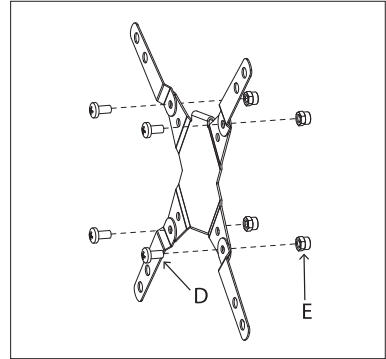

Рис. 7
Б) Если крепежная схема дисплея 100 мм x 200 мм или 200 мм x 200 мм, вам придется использовать дополнительные адаптеры, идущие в комплекте. С помощью винтов М6x12 (D), гаек М6 (E) и гаечного ключа (F) прикрепите адаптеры к крепежной пластине (см. рис. 7).